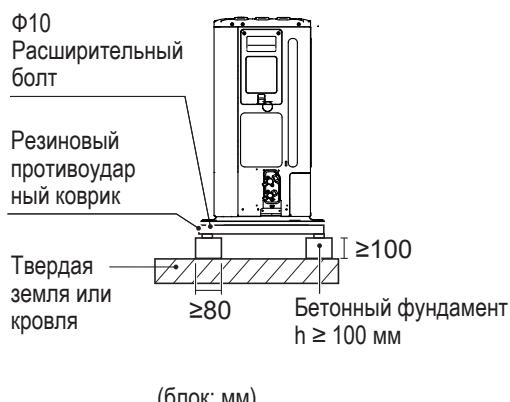

Рис. 6-3
- Если вода с трудом вытекает из устройства, установите его на фундамент из бетонных блоков и т. п. (высота основания должна быть около 100 мм (на Рис. 6-3))